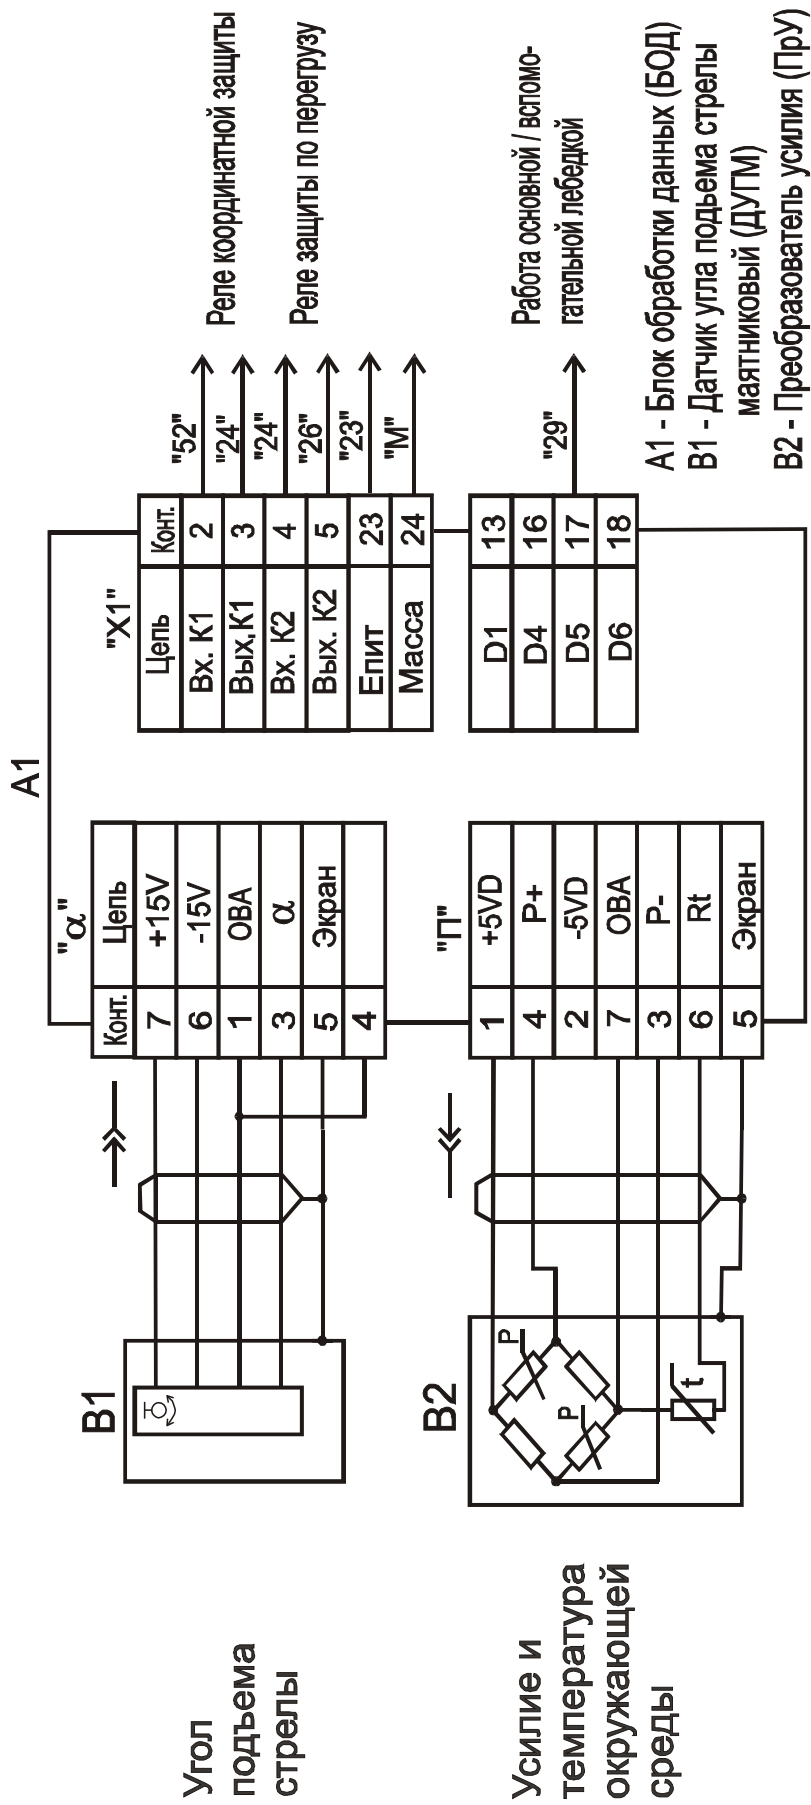

Рисунок 2 - Схема включения ОНК-140 на кране
1.4.2 БОД подключается к системе управления крана (см. рисунок 2) посредством разъемов: через разъем Х1 БОДа проходят цепи управления исполнительными механизмами, цепи питания ограничителя, сигналы с концевых выключателей, связанных с ручками управления крана; датчики подключаются к прибору через индивидуальные разъемы.